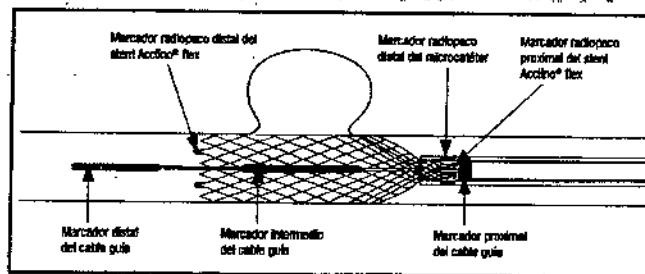

Figura 4. Posición límite del microcatéter para recolocar el stent
- El stent se puede volver a insertar y recolocar mientras el marcador radiopaco distal del microcatéter no haya pasado por el marcador proximal del cable guía (véase la figura 4).